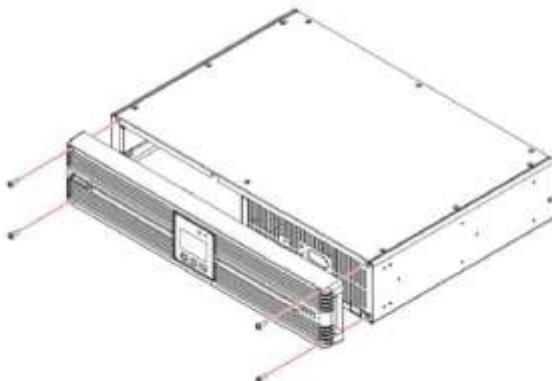

Рисунок 3-5: Снятие передней пластиковой панели
- 1 Снимите четыре винта с передней пластиковой панели. См. *Рисунок 3-5*.